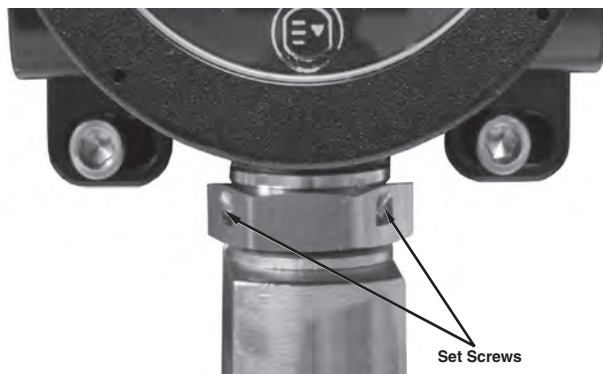

Figura 6: Ubicación de la tuerca de bloqueo y los tornillos de instalación (solo modelos métricos)
3. Ajuste los tornillos de instalación (un mínimo de dos) para impedir el movimiento de la tuerca de bloqueo. Consulte la figura 6.